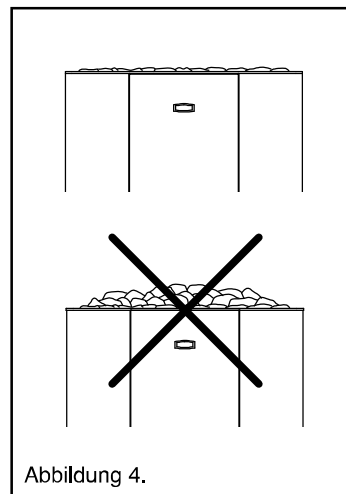

Abbildung 4.
- Schichten Sie die Steine nicht über die Oberfläche des Saunaofens. Siehe Abbildung 4.